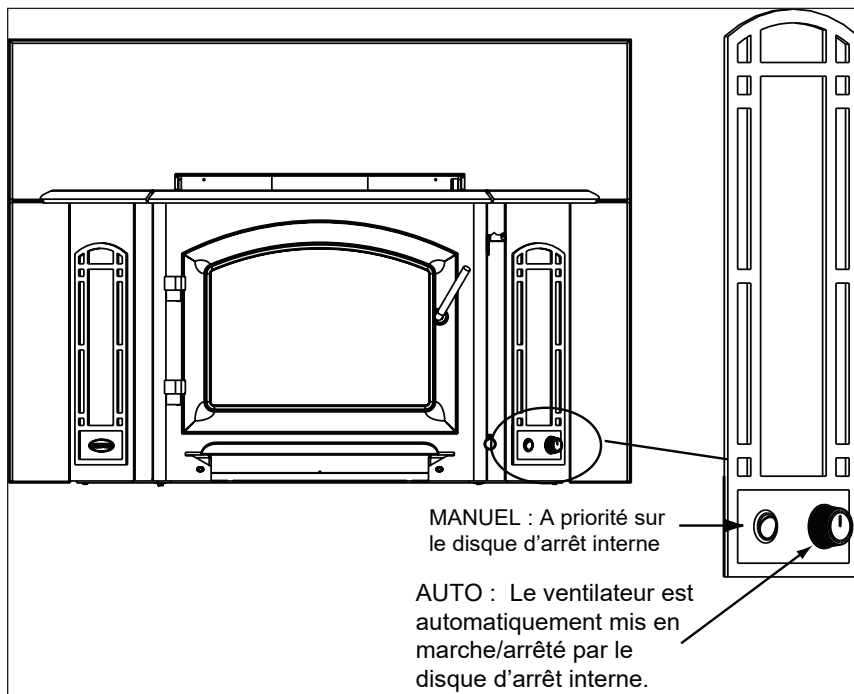

Figure 16.1
1. Le ventilateur s'enclenche et s'arrête automatiquement lorsqu'il est réglé sur la position automatique. **Figure 16.1.**